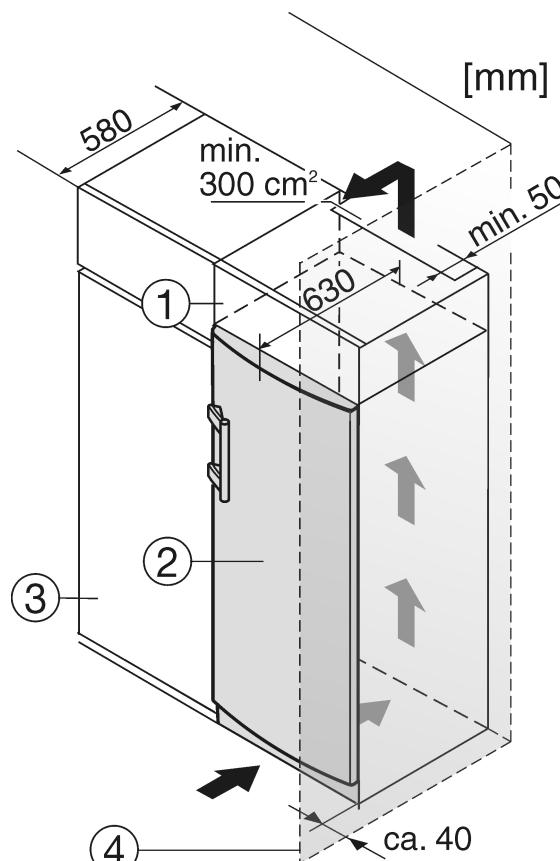

Fig. 8
- (1) Nástavná skříňka
(2) Přístroj
(3) Kuchyňská skříň
(4) Stěna
Při montáži do kuchyňských skříní (hloubka max. 580 mm) lze přístroj instalovat vedle kuchyňské skříně Fig. 8 (3). Dveřka přístroje přesahují přední stěnu kuchyňské skříně na stranách o 34 mm a uprostřed o 50 mm. To umožňuje jejich volné otevírání a zavírání.
Když se přístroj instaluje závěsy vedle stěny Fig. 8 (4), musí být vzdálenost přístroje od stěny alespoň 40 mm. To odpovídá přesahu madla při otevřených dveřích.